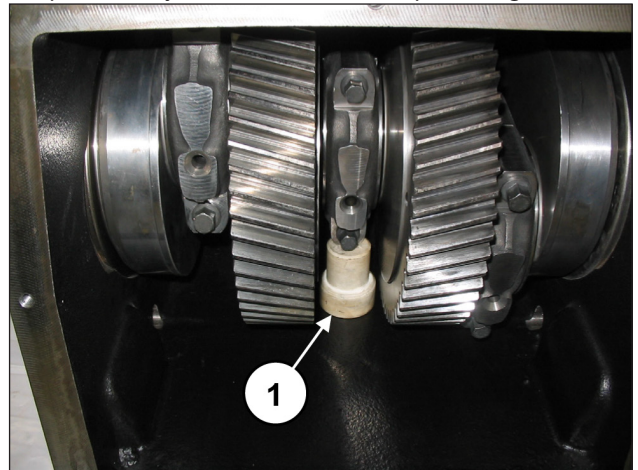

Fig. 13
Insira uma espessura sob o corpo da haste central para bloquear a rotação do eixo de manivela (pos. ①, Fig. 13).